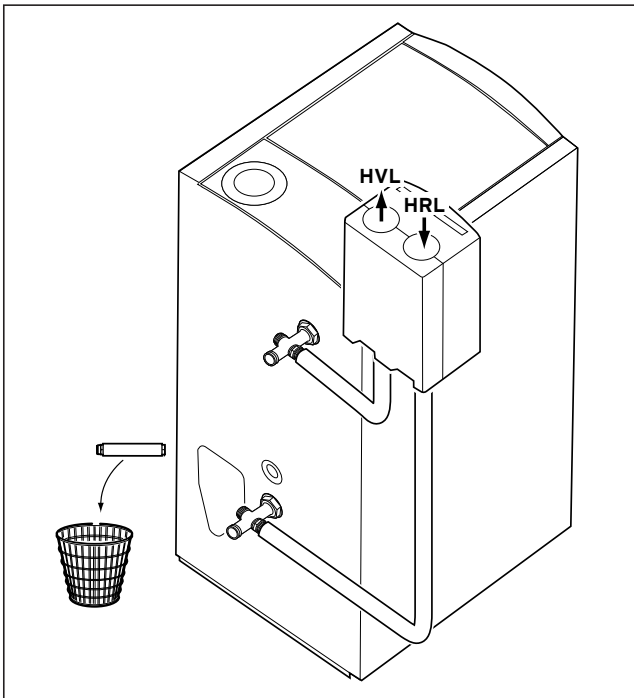

Abb. 2: Montage einer Rohrgruppe auf der linken Seite des Gerätes (Pos. 3 nicht erforderlich)
Doppelnippel aus den Anschlussstücken (4) herausdrehen (sind werkseitig nur handfest montiert). Doppelnippel mit Hanf im Anschlussstutzen des Kessels für Heizungsanlauf (HVL) und Heizungsrücklauf (HRL (NT)) eindichten (s. Abb. 2).